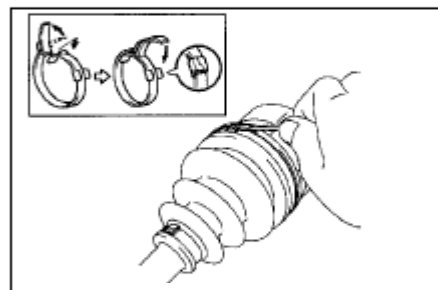

Рис. 143
35. Установите большой зажим внутреннего ШРУСа, воспользовавшись отверткой, как показано на рисунке. (рис. 143)